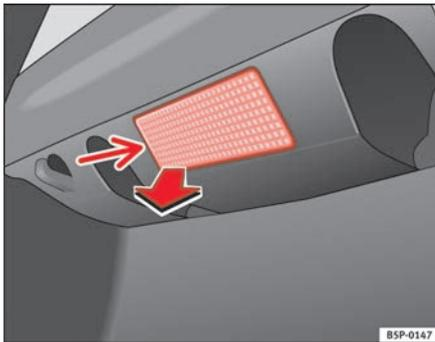

Abb. 197 Gepäckraumbeleuchtung
- Das Lampenglas der Glühlampe durch Druck mit einem Schraubenzieher auf dessen Unterkante -Pfeil- abnehmen ⇒ Abb. 197.